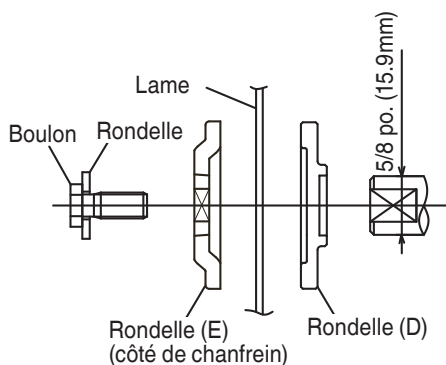

Fig. 34-d
- (7) Appuyer sur le verrou d'axe et serrer le boulon en le tournant vers la gauche à l'aide de la clé fournie comme accessoire standard (clé à douille de 10mm), comme indiqué à la Fig. 34-c.